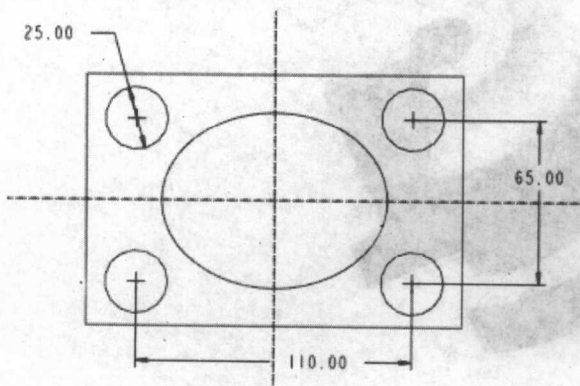
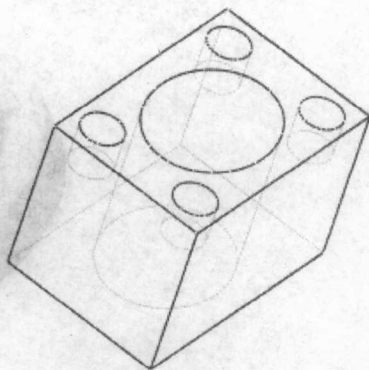

图 1-7
图 1-8
- (1) 单击拉伸工具按钮，在拉伸特征操控板中单击按钮 ，系统显示“剖面”对话框。
- (2) 单击“剖面”对话框中  按钮，单击该对话框中的“草绘”按钮，进入草绘工作环境。
- (3) 绘制如图 1-7 所示的截面。
- (4) 单击草绘命令工具栏中的  按钮，返回拉伸特征操控板。
- (5) 单击拉伸特征操控板中的移除材料按钮 。
- (6) 单击“选项”按钮，在弹出的面板中选择“盲孔”选项，并输入深度为 25。
- (7) 单击预览按钮，并单击工具栏中的隐藏线切换按钮 ，结果如图 1-8 所示。